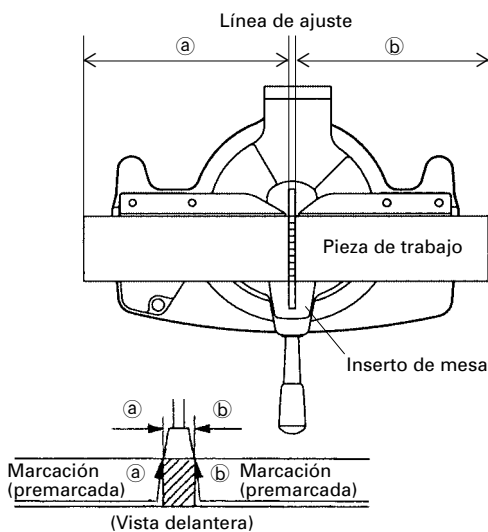

Fig. 17
- (1) Como se muestra en la Fig. 17, la anchura de la hoja de sierra es la de corte. Por lo tanto, deslice la pieza de trabajo hacia la derecha (vista desde la posición del operador) cuando desee la longitud **b**, o hacia la izquierda cuando desee la longitud **a**.
- (2) Cuando la hoja de sierra haya alcanzado la velocidad máxima, empuje cuidadosamente hacia abajo la empuñadura hasta que la hoja de sierra se acerque a la pieza de trabajo.
- (3) Cuando la hoja de sierra haya entrado en contacto con la pieza de trabajo, empuje gradualmente hacia abajo la empuñadura para cortar dicha pieza.
- (4) Después de haber cortado la pieza de trabajo con la profundidad deseada, desconecte la alimentación de la herramienta eléctrica y deje que la hoja de sierra se pare completamente antes de levantar la empuñadura de la pieza de trabajo para devolverla a su posición de completamente retraída.